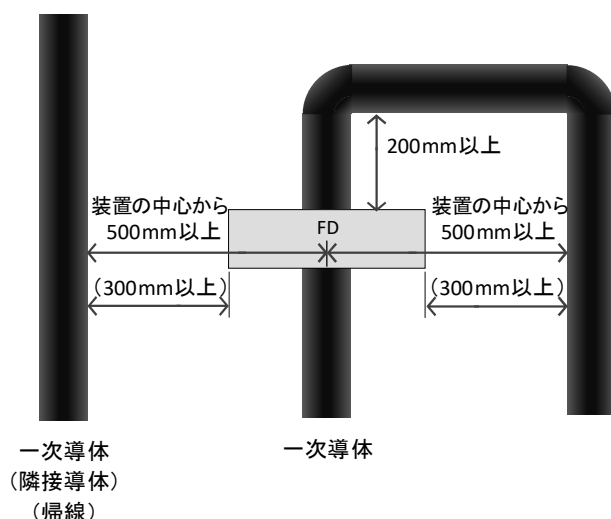
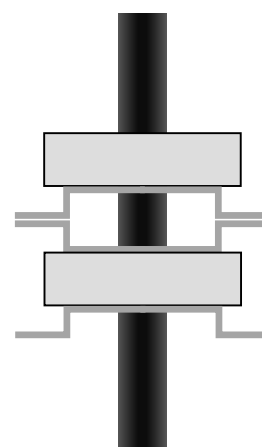
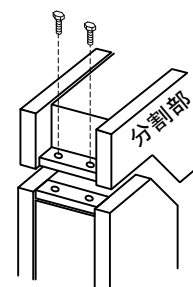

図 12. 隣接導体および帰線との離隔距離推奨値
図 13. 重ね取付の例
図 14. 分割部締付ボルト
- (2) 一次導体の正電流方向と装置側面に表示されている「電流方向」矢印を合わせて取り付けして下さい(図 12)。
- (3) FD と周囲の導体は絶縁上十分な離隔をとって設置して下さい。一次導体が故障検出用変成器の貫通穴側面に触れないように設置して下さい。
- (4) 装置の精度を保証するための離隔距離推奨値を図 13 に示します。
- (5) 弊社製の変成器や検出器を重ねて取り付けても影響ありません(図 13)。
- (6) 取付金具は装置本体から取り外さないで下さい。取付金具が接地側に接続された場合、取付方法によっては一次導体と取付金具との離隔がとれなくなり、大事故につながる恐れがあります。特殊な取付方法が必要になった場合や取付方法が工事途中で変更になった場合には、必ず弊社にご連絡下さい。
- (7) FD を分割するには、側面の 4 本の分割部締付ボルトを外し、分割部を取り外して下さい。なお分割部にはコネクタがありますので、取り外しや取付時には電線くずなどの異物が内部に入らない様に注意して下さい(図 14)。
- (8) FD 取付方向はどの方向に取り付けても問題ありませんが、構造は屋内用ですので屋外へは取り付けないでください。
- (9) FD を取り付ける場合は寸法図にて取付穴の個数と位置を確認し、取付穴に M10 ネジ（ボルト、ナット等）を使用して取り付けてください。鉄製の M10 のボルト・ナットを使用する場合は 200kgf・cm のトルクで締め付けてください。